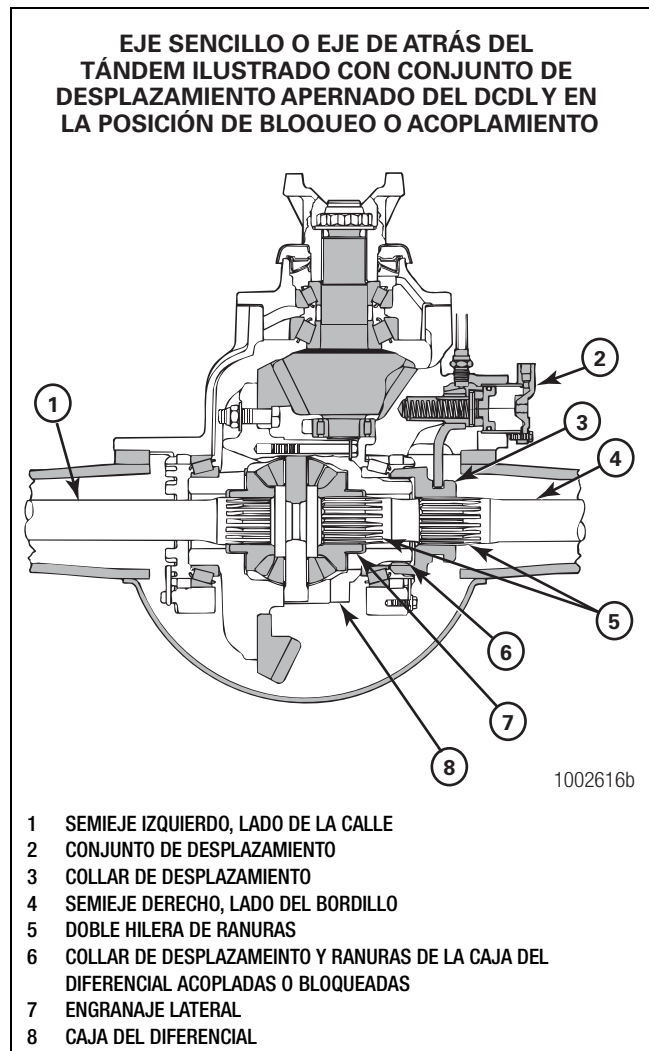

Figura 11.10
5. Instale el(los) semieje(s) indicados en la Tabla AM. Los semiejes con DCDL tienen una doble hilera de ranuras que se acoplan con las ranuras del engranaje lateral y las del collar de desplazamiento en la caja del diferencial. Figura 11.10. Continúe con el Paso 6.